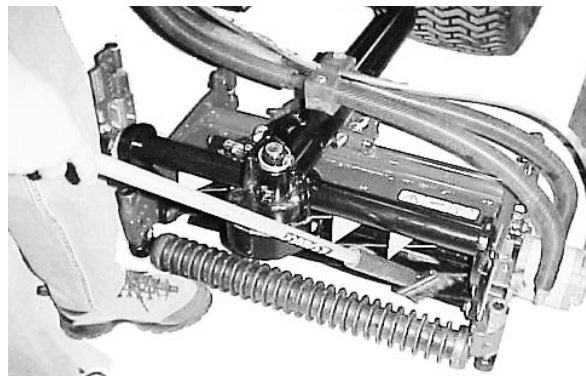

Fig. 51
8. Påfør lapningsmasse med penslen med det lange håndtag, som følger med maskinen (Fig. 51). Brug aldrig en pensel med et kort håndtag.